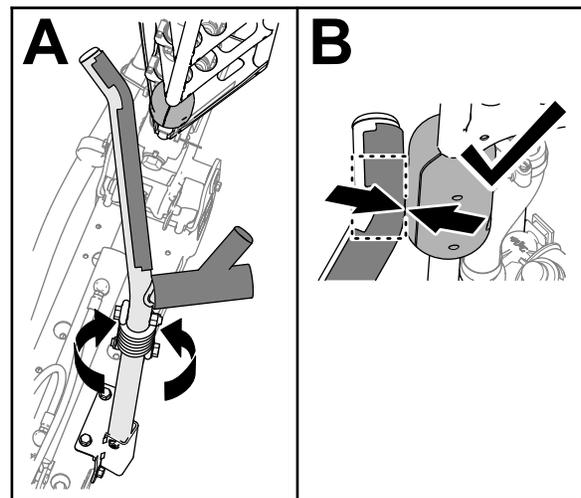

图 107
4. 旋转托架总成直到托架管中的弯曲部分与外喷洒臂顶管上的滑块对齐图 107
注意 滑块必须在上托架管的弯曲部分接触托架图 107。